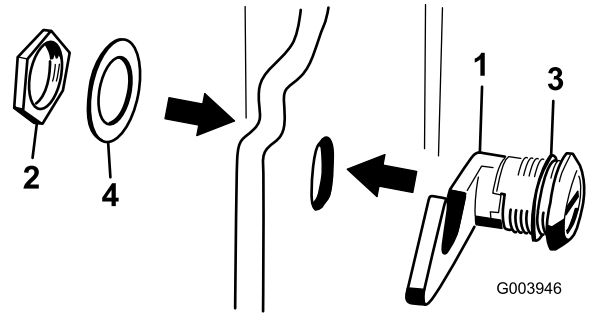

Figura 5
3. Retire la tuerca del conjunto de cierre del capó (Figura 5).
4. Desde fuera del capó, introduzca el enganche del cierre a través del taladro del capó y asegúrese de que la junta de goma queda en el exterior del capó (Figura 5).